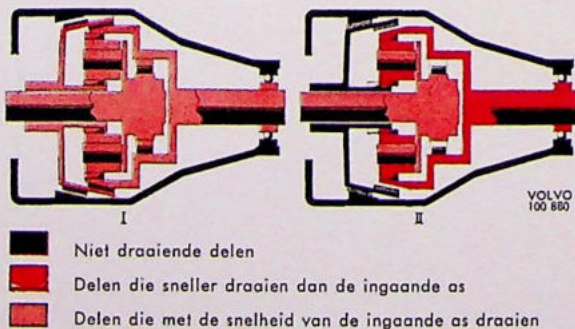

Fig. 4-47. De werking van de overdrive
In de normale aandrijving (prise directe) staat de conische koppeling (43) in stand I zoals Fig. 4-47 laat zien. Wanneer vooruit wordt gereden, wordt de kracht van de hoofdas van de versnellingsbak (59) door het freewheel (33, 34) overgebracht naar de uitgaande as (25) van de overdrive. Wanneer achteruit wordt gereden of de motor als rem wordt gebruikt, wordt de kracht via de conische koppeling overgebracht. Dit is mogelijk omdat de conische koppeling door vier veren (54) tegen het tapse gedeelte van de uitgaande as wordt gedrukt. In de overdrive stand wordt de conische koppeling tegen de remtrommel gedrukt (41); zie II Fig. 4-47. In deze stand is het zonnewiel stevig geblokkeerd. De satellieten (38) worden daarom tijdens het rijden gedwongen om rondom het zonnewiel (46) te draaien. Als gevolg hiervan zal de uitgaande as sneller draaien dan de hoofdas.